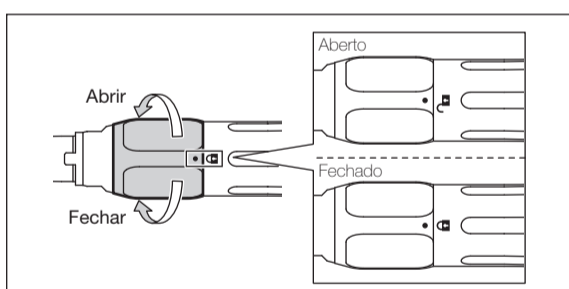

Fig. 2
- 1) Rode o anel de fixação da broca na direção do símbolo "A" até ouvir um clique. (Fig.2)